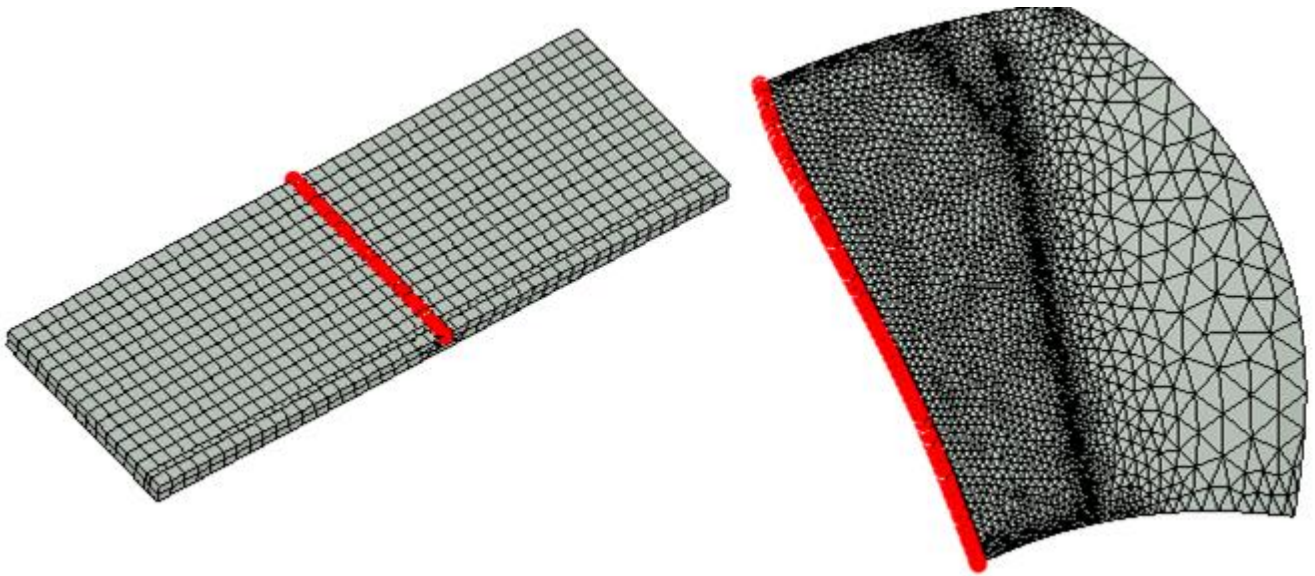

Рисунок 268 – Пример компоненты начальной линии для разных вариантов расчета. Слева модель для варианта «Поверхность». Справа – «Гребной винт»
– выбрать один из двух вариантов расчета, отличающихся способом создания начальной линии, от которой будут строиться линии тока (Рисунок 268):